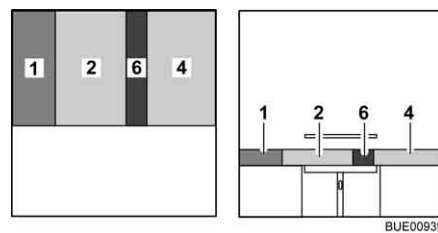

Bild 97 Nach dem Umbau
- Das Rückenpolster (Bild 97,1) zwischen das Sitzpolster und die Wand legen.
- Das Zusatzpolster (Bild 97,6) zwischen die Sitzpolster (Bild 97,2 und 4) legen.